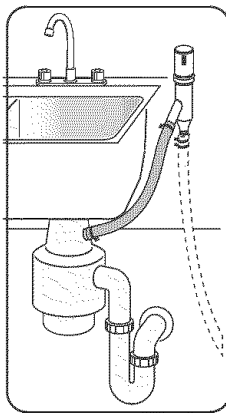

Figure 25
- 4) Sur la connexion de vidange d'un broyeur par un espace d'air, figure 25.